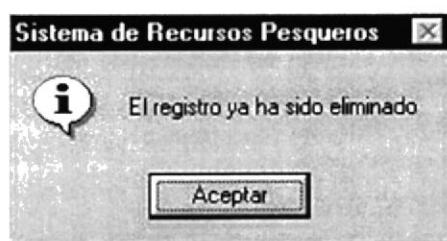

Figura 9.17 Mensaje de ya eliminado
4. Si la caleta que desea eliminar ya ha sido eliminada, aparecerá el siguiente mensaje (ver figura 9.17)